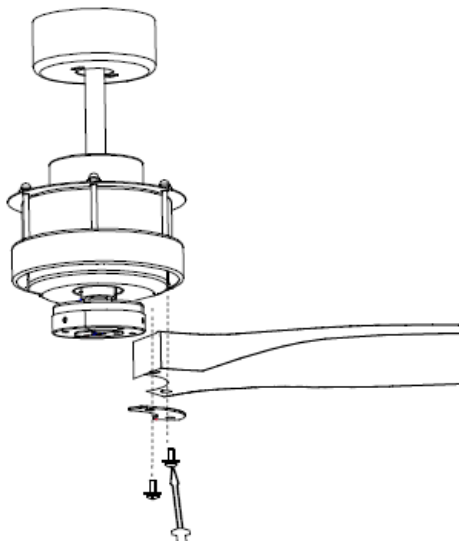

Fig. 10
1. Inserte los tornillos del asa a través del kit del asa y del asa y, a continuación, fije el asa al motor apretando los 2 tornillos. **Fig. 10**